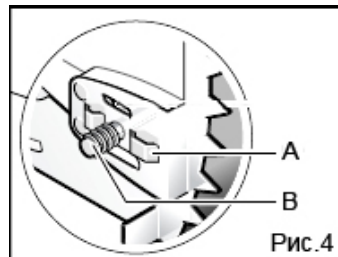

Рис.4
- Уложите звенья цепи на зубья звездочки (7, Рис.3) и установите шину (4, Рис.2) так, чтобы расположенные перед и позади крепящего болта (В, Рис.4) водила шины (А, Рис.4) попали в продольное отверстие шины (7, Рис.3).